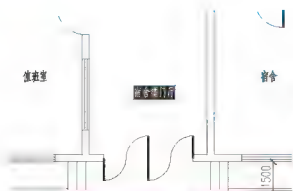
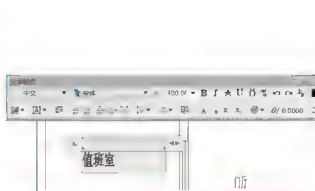

图 3.13 利用【文字编辑】命令编辑单行文字
图 3.14 利用【文字编辑】命令编辑多行文字
(1) 执行菜单栏中的【修改】|【对象】|【文字】|【编辑】命令(快捷键 ED),或双击需被修改的文字,启动【编辑文字】命令。
① 在选择注释对象或【放弃(U)】:提示下,选择要修改的文字,这里选择前面用单行文字标注的“宿舍楼门厅”,则“宿舍楼门厅”被激活,如图 3.13 所示,将其修改为“门厅”,按 Enter 键确认即可。
② 再次按 Enter 键结束命令。
(2) 如果利用【文字编辑】命令编辑用多行文字标注的“值班室”,则弹出多行文字编辑器,在编辑器内可以对文字的内容、高度等进行修改,如图 3.14 所示。
- 对比图 3.13 和图 3.14 可知:利用【文字编辑】命令编辑单行文字,只能修改文字的内容,而编辑多行文字时,可对文字的内容、高度、文字样式、是否加粗字体等多项内容进行修改。